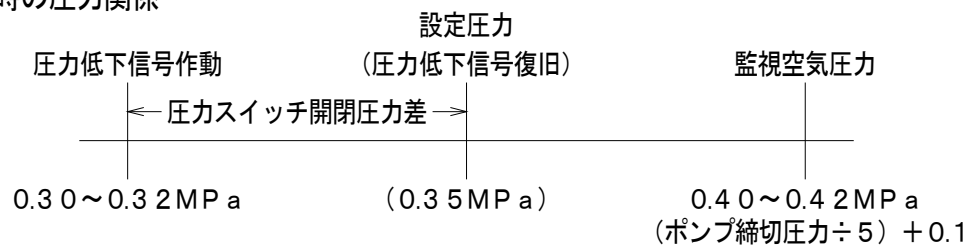

図2. 設備系統図 (監視時)
(5) 空気供給配管およびエア機器の準備・組立
- ① 乾式スプリンクラー設備に用いるエア機器は、図2の系統図を参照の上、次表に示す機器または同等以上品を使用してください。エアレギュレータ、エアフィルタ、スピードコントローラは入手性を考慮し、SMC(株)製の使用を推奨します。また、エアコンプレッサはオートドレン（使用するエアコンプレッサの付属品またはオプション品）の装着を推奨します。
弁名称および弁番号は「3. 構造および作動説明（1）構造」の図.2 設備系統図【7頁】を参照してください。